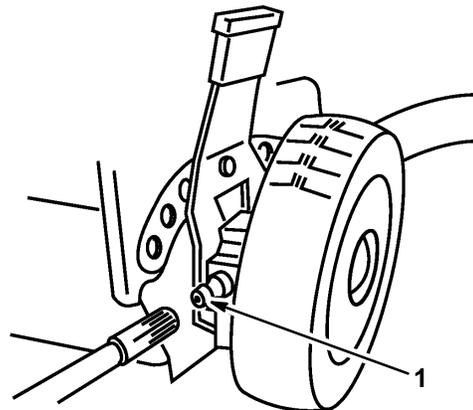

Figure 25
1. Essayer les graisseurs des réglages de hauteur de coupe arrière (Fig. 25) avec un chiffon propre.